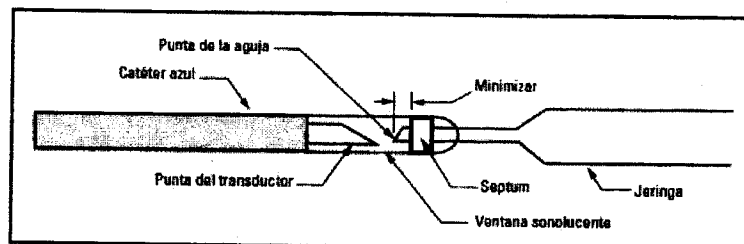

Figura 1.
- B. Inserte la aguja suministrada (de calibre 26, no desgarrante) o Fluid Dock en la punta del catéter. La aguja debe insertarse a través del centro del septum auto precintable (el sello blanco en la punta distal de catéter). Si utiliza la aguja suministrada, mantenga la aguja o Fluid Dock alineados con el catéter y evite punzar la ventana sonolucida con la aguja. Inserte la aguja solo lo suficiente para que la punta atravesase el septum y se vea por el otro lado del mismo (consulte la figura 1). **NO TOQUE EL TRANSDUCTOR CON LA AGUJA.**